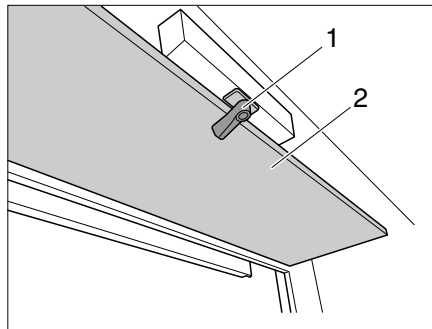

Fig. 153 Clapet pour la manivelle
- Desserrer le verrouillage (Fig. 153, 1) et rabattre le clapet (Fig. 153, 2) vers le bas.